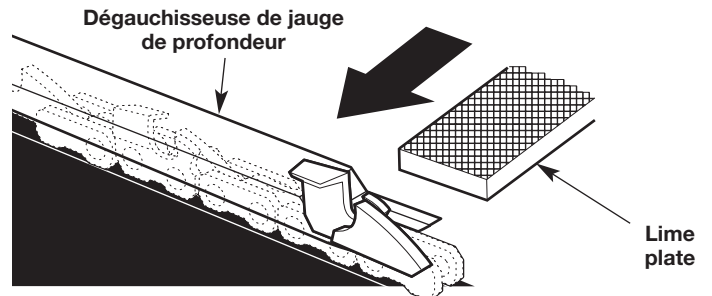

Fig. 36
- Utilisez une jauge de profondeur (non comprise) pour mesurer le jeu de jauge de profondeur (Fig. 36) de chaque coupe. Le jeu de la jauge de profondeur doit être maintenu à 0,6 mm (1/32 po). Le dégagement de la jauge de profondeur détermine la profondeur à laquelle l'outil de coupe pénètre dans le bois en cours de fonctionnement ainsi que la taille des copeaux de bois produits. Un jeu trop important augmente le risque de rebond. Un jeu trop réduit diminue la taille des copeaux de bois, diminuant ainsi la capacité de coupe.
- Utilisez une dégauchisseuse de jauge de profondeur 0,6 mm (1/32 po) et une lime plate (outils non compris) pour abaisser la jauge de profondeur au jeu adéquat (Fig. 36).